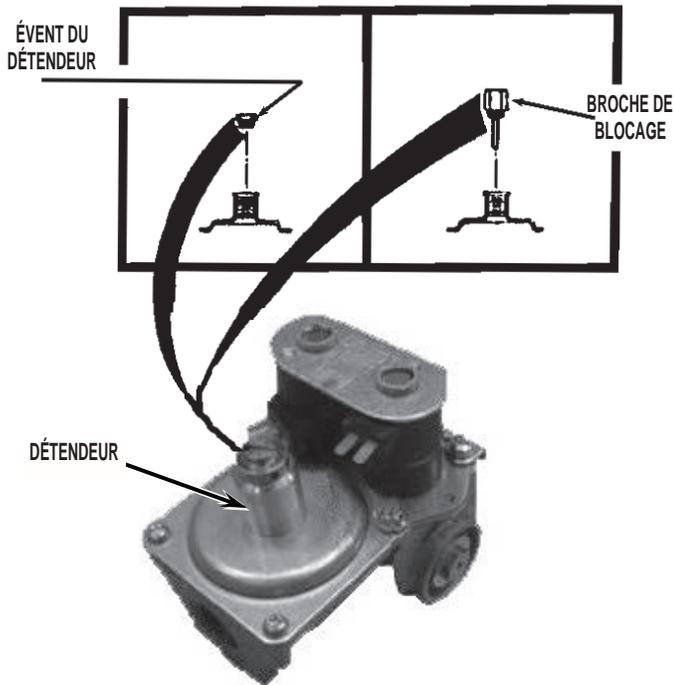

FIGURE 23
27. Ôter le bouchon d'évent du détendeur (dispositif de limitation du volume de fuite). Consulter la *Figure 23*. Passer à l'étape 32.